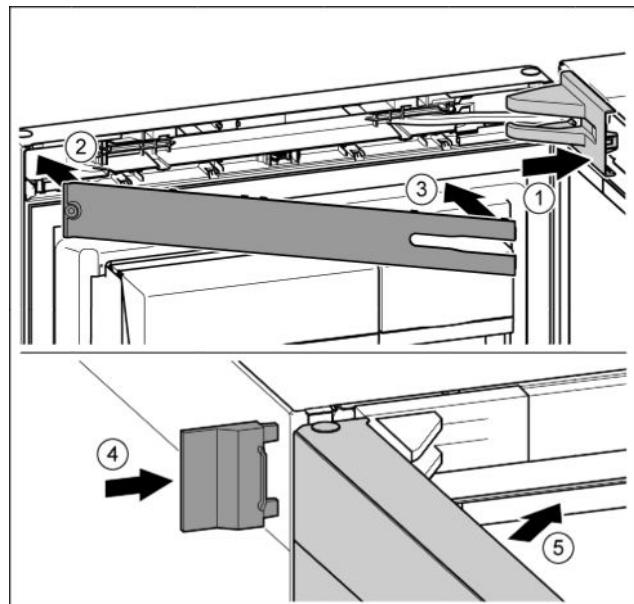

Fig. 21
- Встановіть та зафіксуйте кришку опорного кронштейна, у разі необхідності — обережно розтисніть. Fig. 21 (1)
- Встановіть накладку. Fig. 21 (2)
- Поверніть і зафіксуйте накладку. Fig. 21 (3)
- Насуньте зовнішню кришку. Fig. 21 (4)
- Закройте верхні дверцята. Fig. 21 (5)